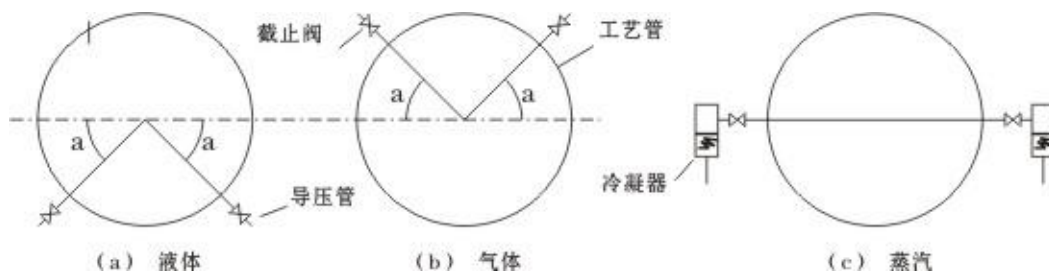

图3 节流装置取压口的方位示意图
3、取压口的位置：取压口的取向因被测流体不同而有所区别，图3中的(a)、(b)、(c)分别给出了水平管道测量液体、气体和蒸汽时的取压口的方位。要求角度 $\alpha \geq 45^\circ$ 。